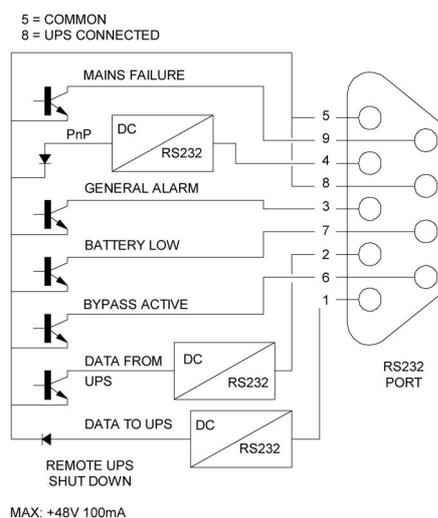

Рис. 7
4.1 Коммуникационный порт ComConnect RS232 (рис.7)